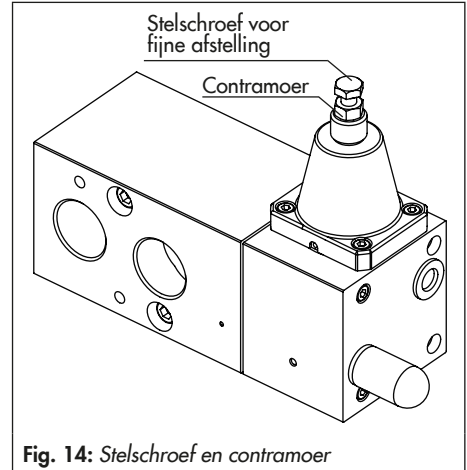

Fig. 14: Stelschroef en contraoer
4. Contraoer aan de stelschroef voor fijne afstelling losmaken (zie Fig. 14).